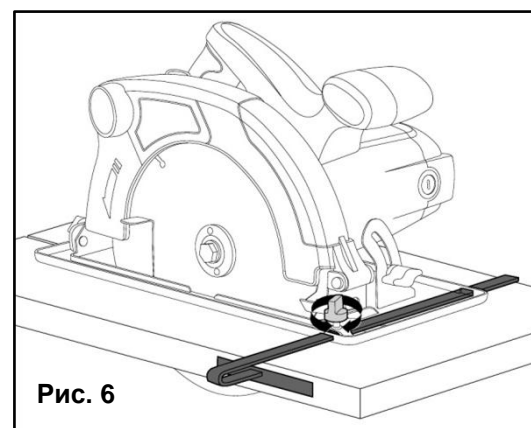

Рис. 6
- Ослабить зажимной винт параллельного упора (7).
- Установить желаемое расстояние резания, согласно показаниям шкалы параллельного упора (14).
- Затянуть зажимной винт параллельного упора (7) (См. Рис. 6)